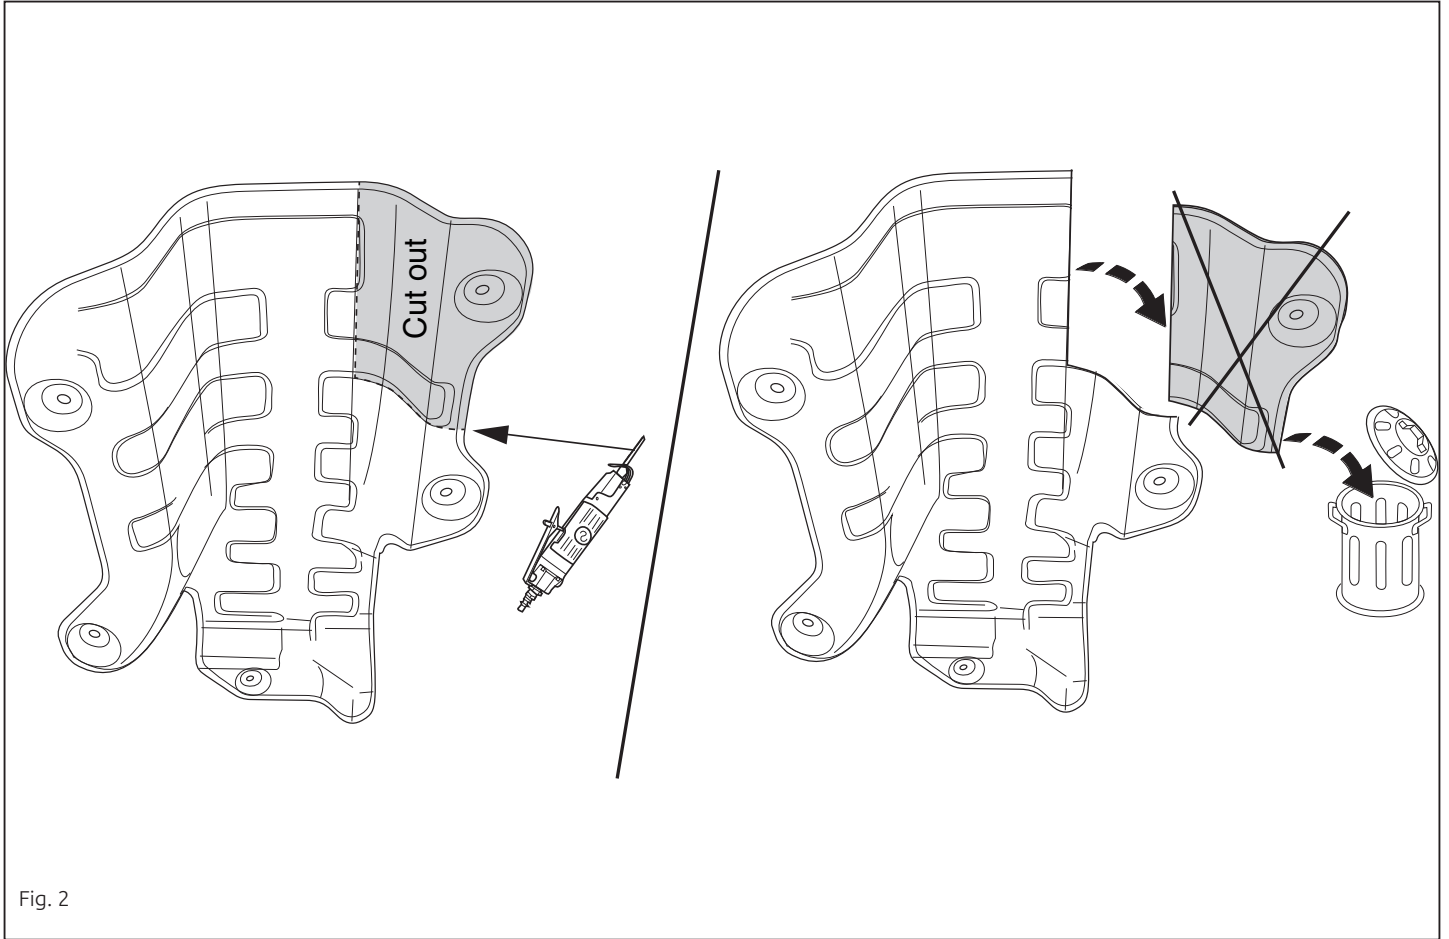

Fig. 2
7. Выпилить часть из теплозащитного экрана, как указано на рис. 2.